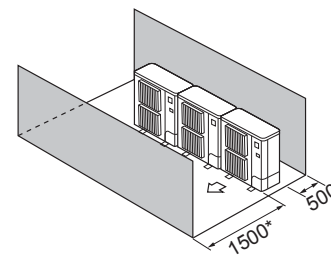

Fig. 2-12
- ④ Kun forhindringer foran og bagved (Fig. 2-12)